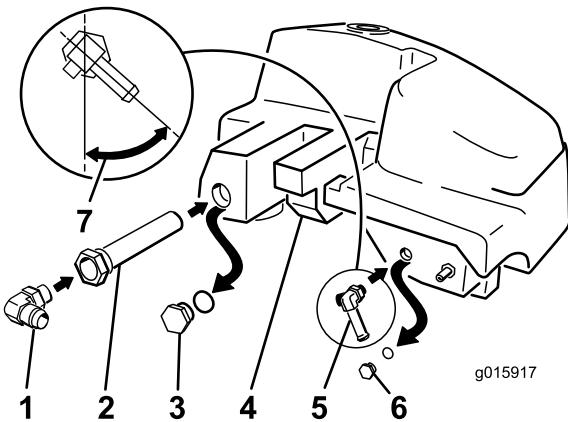

Рисунок 9
4. Установите малый прямоугольный тройник со ступенчатой поверхностью в гнездо малой пробки (Рисунок 9).